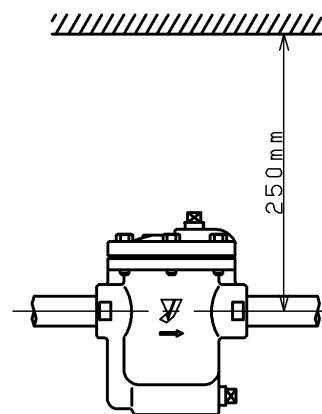

图 1
- (6) 在安装产品时，请确保图 1 所示尺寸以上的空间，以便于进行过滤器清扫等的维护、检查和维修。